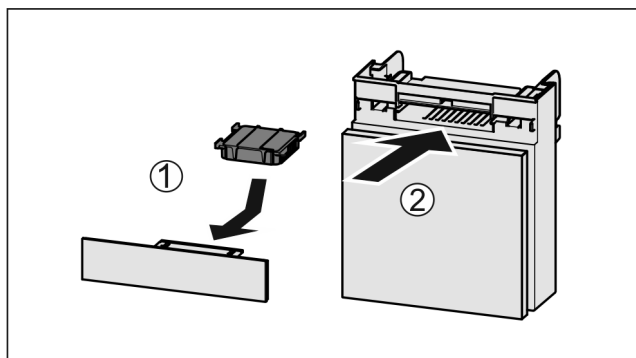

Fig. 51
- ▶ Insérer le filtre à charbon actif d'après le schéma Fig. 51 (1).
- ▶ Insérer le compartiment Fig. 51 (2).